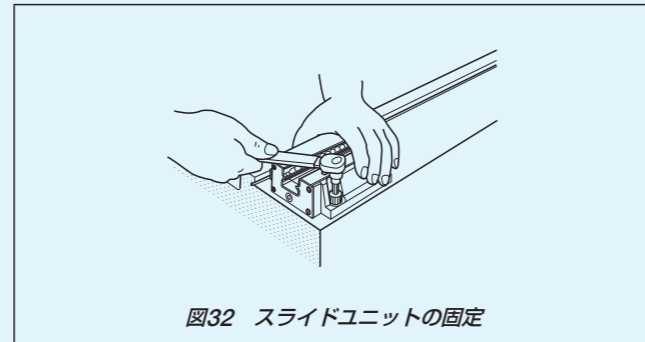

図32 スライドユニットの固定
- ・リニアウェイ I、IIのスライドユニットの取付基準面に正しく合わせて固定します。(図32参照)